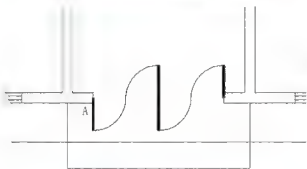

图 2.103 绘制台阶的内侧踏步线
⑦ 在指定下一个点或[圆弧(A)/半宽(H)/长度(L)/放弃(U)/宽度(W)]:提示下,将光标垂直向上拖动,输入“1500”后按Enter键结束命令,结果如图2.103所示。